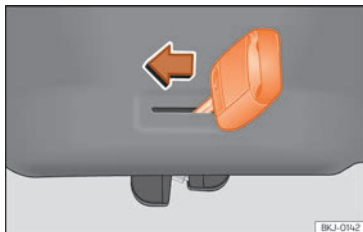

Fig. 9 Apertura de emergencia del portón trasero.
- Introduzca el espadín de la llave en la ranura y desbloquee el sistema de cierre, dirigiendo la llave de derecha a izquierda, tal como indica la flecha »» fig. 9.